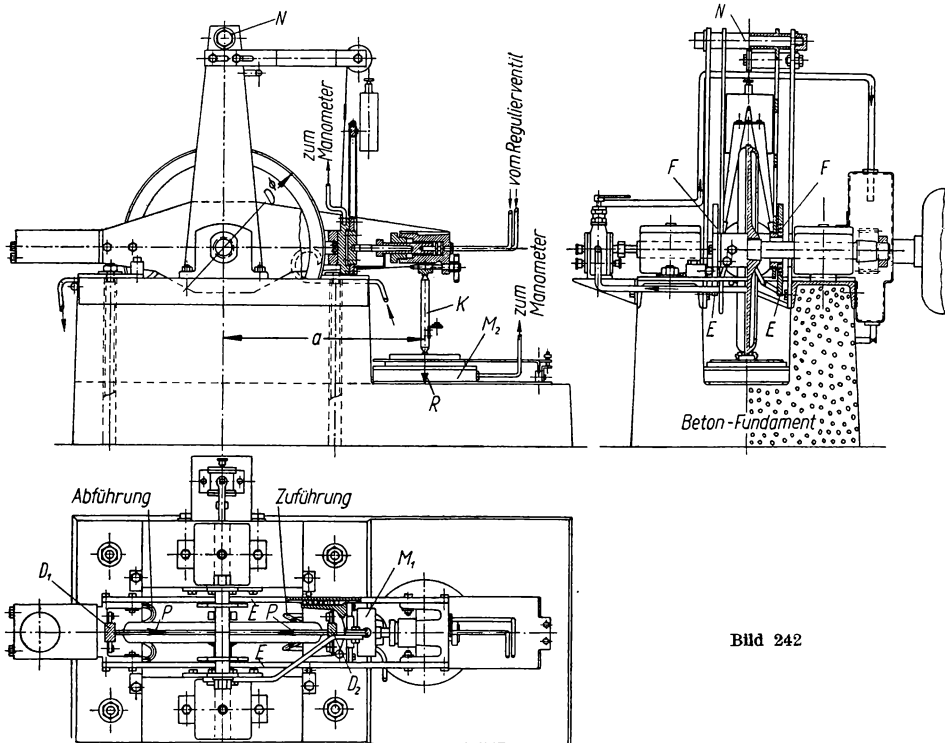

Bild 242
**371.** Die Reibungszahl bei der trockenen Reibung fester Körper kann beispielsweise mit einer in dem Bild 242 wiedergegebenen Maschine ermittelt werden. Die Probekörper  $D_1$  und  $D_2$  werden mit der Kraft  $P$ , die durch die Meßdose  $M_1$  gemessen werden kann, gegen eine sich drehende Scheibe gepreßt. Infolge der